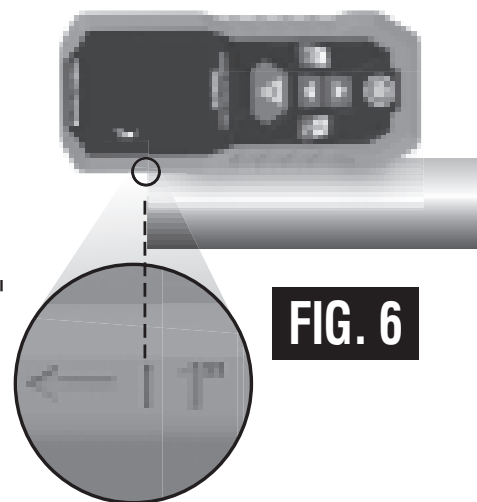

FIG. 6
(25 mm) (FIG. 6): cuando el punto de referencia (A) se sitúa en la parte superior de la unidad, se puede utilizar la marca de alineación (14) de 1" (25 mm).